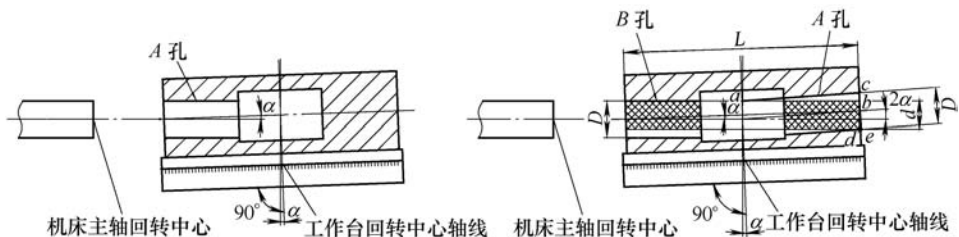

图5 机床主轴与工作台回转中心在铅垂面内相交但不垂直的情况
(3) 机床主轴中心与工作台回转中心在铅垂面内相交但不垂直的情况。具体情况如图5所示:
①当机床主轴与工作台回转中心在铅垂面内虽然相交但倾斜了 α 角时,先加工的A孔旋转 180° 后与后加工的B孔的轴线在空间相交